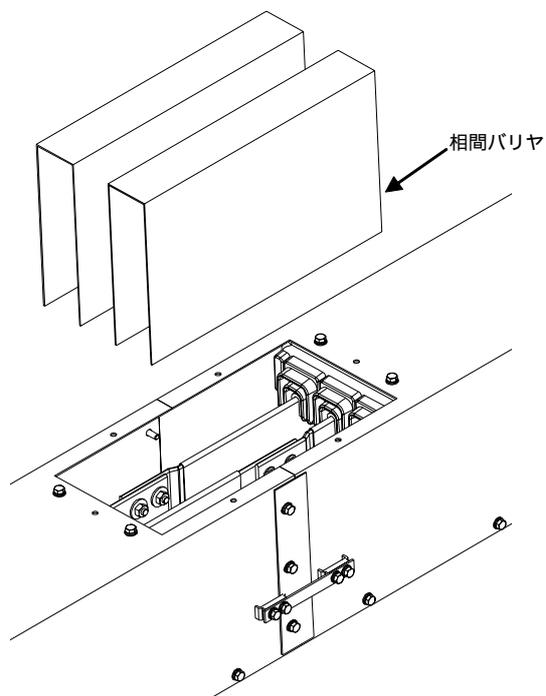

図3 接続部詳細図
- (6) 接続部1ヶ所で ± 3 mmの寸法調整が可能になり、建築上の施工誤差を吸収することができます。
- (7) 接続部の導体露出部に取付ける相間バリヤは、エポキシ絶縁支持台の溝に差し込む構造とし、取付けが容易に行えます(図3)。